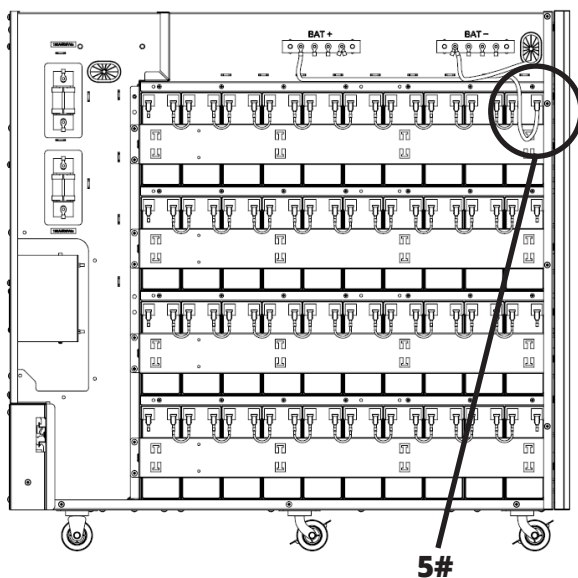

Figura 5-22A
33. Conecte la batería 1+ del grupo 4 a la barra colectora de la batería + (BAT +) (Figura 5-22A).